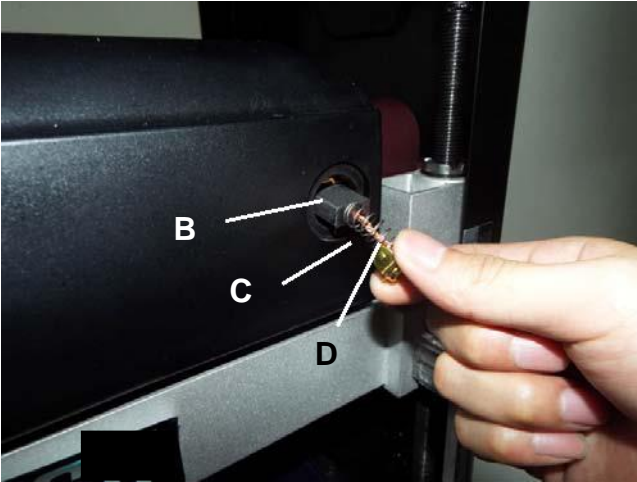

FIG 15
2. Une fois la brosse retirée, contrôlez le charbon (B), le ressort (C) et le câble (D). VOIR FIG 15.